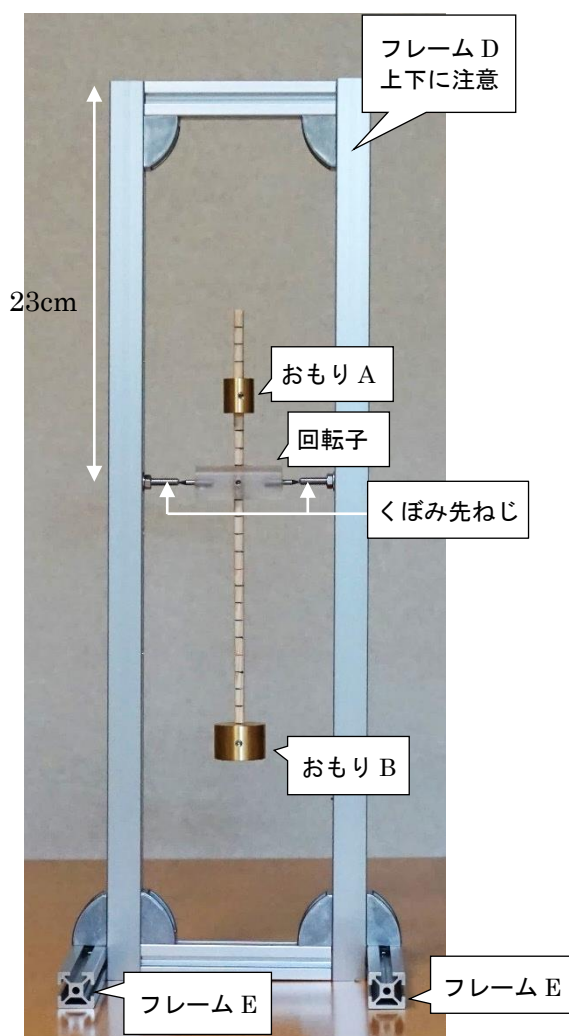
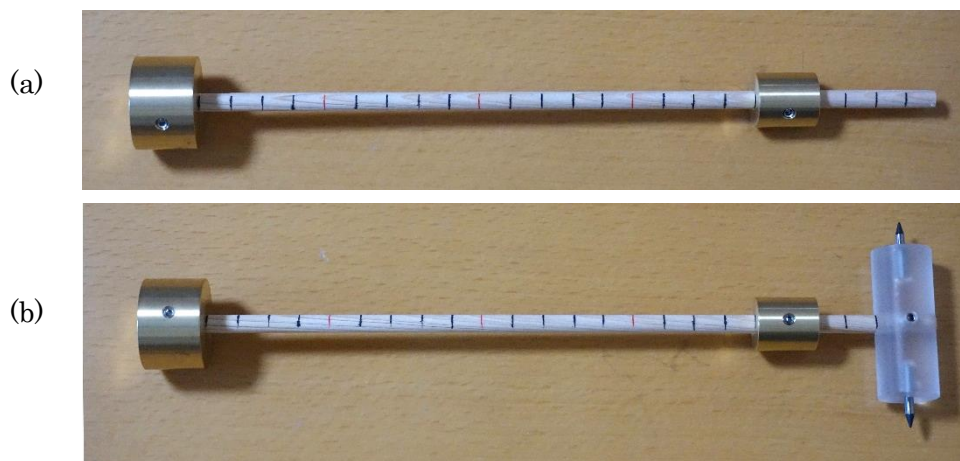

図 1-12 実体振り子装置の全体写真
図 1-16 (a) おもり A を取り付けた状態 (b) 回転子を取り付けた状態
【課題の概要】 装置全体の写真を図 1-12 に、その模式図を図 1-13 に示す。図 1-12 の  $m_1$  はおもり A の質量、 $m_2$  はおもり B の質量を表す。図 1-12 のような装置を組み立て、おもりのついた棒を振動させる。
1. 図 1-12 に示すように、四角いフレーム D には、上から 23.0 cm の位置に回転子を取り付けるためのくぼみ先ねじが取り付けられている。フレーム D の上下に注意しながら、長さ 20 cm のフレーム E (2 本) をフレーム D にブラケットで取り付け、装置の支持台とする (図 1-14)。
3. 小さい方のおもり A（課題 1-1 で使用したもの）を棒に通し，図 1-13 の  $a=20.0$  cm の位置に固定する（図 1-16(a)）。
4. 棒を回転子に通し，図 1-13 の  $b=24.0$  cm の位置(注)に回転子を六角レンチで固定する。回転子の両側にねじが付いているが，どちらか片方のねじだけを締めればよい（図 1-16(b)）。
(注) 図 1-16(b)の回転子の位置は図 1-12 とは異なり，おもり A の上にあるが，問 1-7 で指示するように，この位置は次第に下の方へ移動していく。